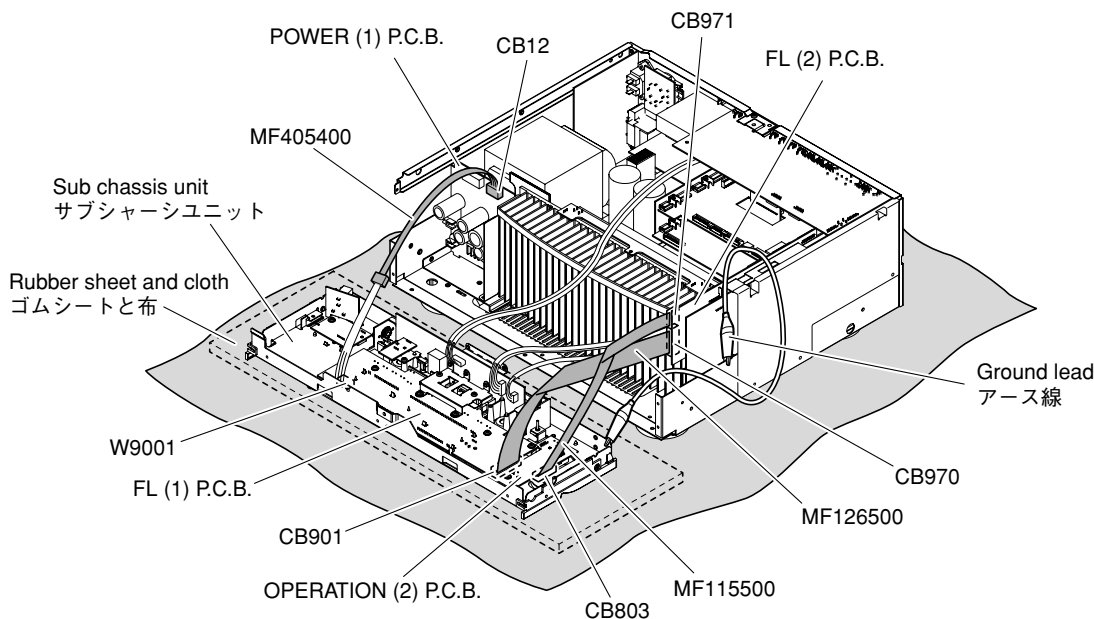

Fig. 3
- Place the sub chassis unit on top of the rubber sheet and cloth. (Fig. 3)
- In main unit, the ground of sub chassis unit is connected to the main unit. When this sub chassis unit are removed from main unit, connect the ground to the main unit , using a ground lead or the like. (Fig. 3)
- サブシャーシユニットをゴムシートと布の上に置いてチェックします。(Fig. 3)
- 本機ではサブシャーシユニットのアースが本機に接続されています。サブシャーシユニットを本機より取り外した場合は、リード線等でアースを本機に接続してください。(Fig. 3)